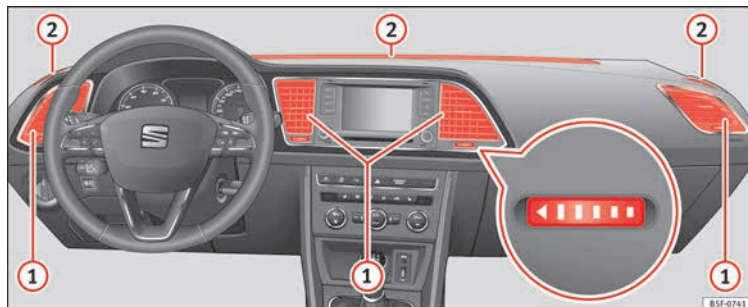

Fig. 184 En el tablero de instrumentos: difusores de aire.
Para garantizar la calefacción, refrigeración y ventilación dentro del habitáculo, los difusores de aire ► **fig. 184** ① deberían permanecer abiertos.